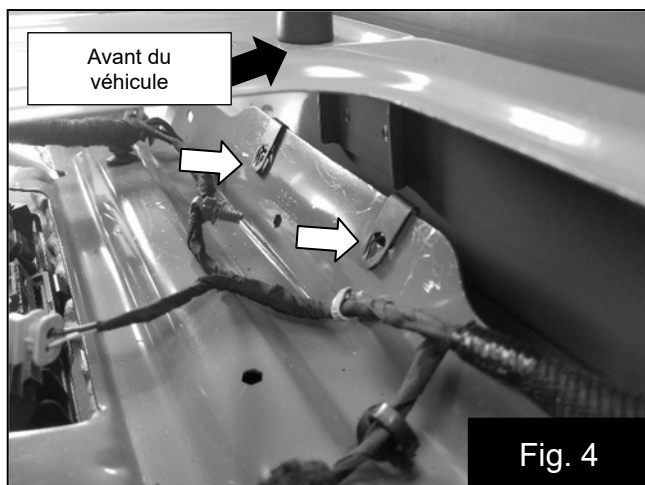

Fig. 4
6. Installez les clips filetés fournis. Fig. 4